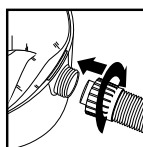

FIGURA 29
42. Vuelva a insertar la manguera dentro de la entrada y ajuste la tuerca de fijación. **FIGURA 29.**